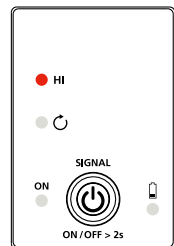

Figure 3.1c : Indicateur du transmetteur affichant le signal en mode ÉLEVÉ
3. Le mode de signal ÉLEVÉ est automatiquement activé lorsque le transmetteur est allumé. La LED du transmetteur doit apparaître comme dans la figure 3.1c.